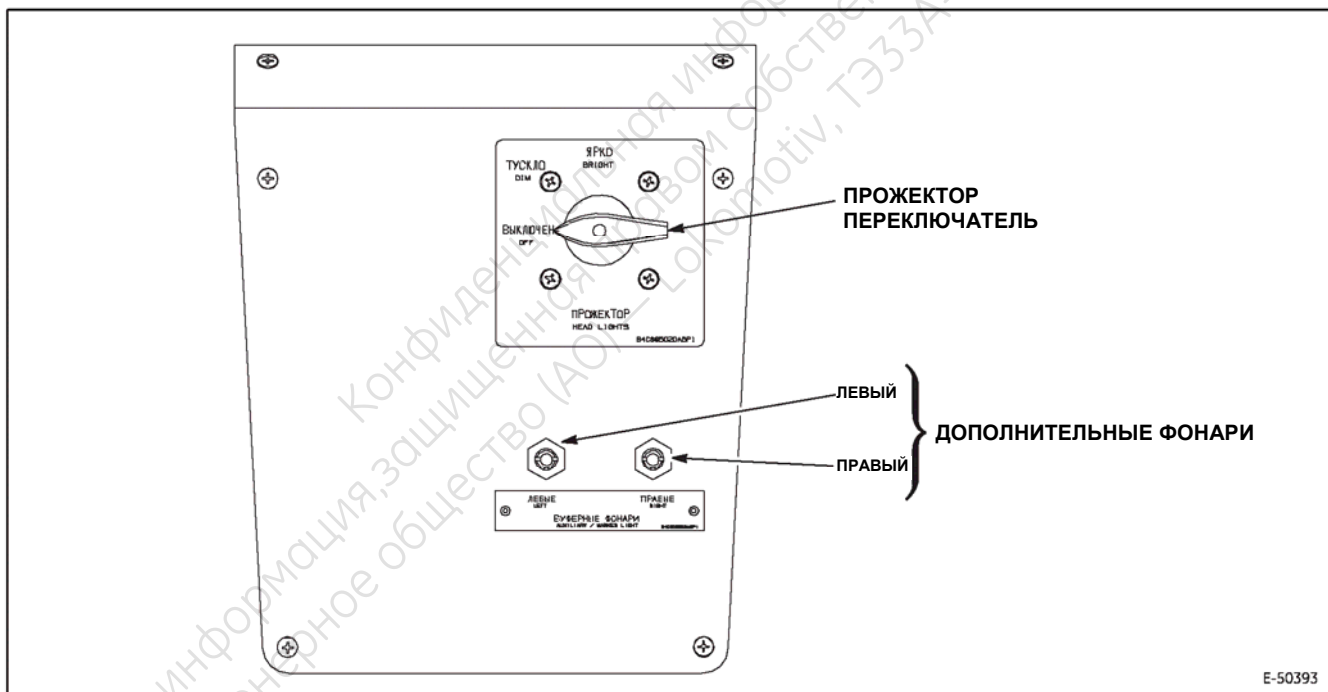

Рис. 8. Переключатели дополнительных фонарей и лобового прожектора.
Переключатели дополнительных/маркерных фонарей (2) являются трехпозиционными переключателями без среднего положения, которые управляют левым и правым дополнительными фонарями, а также габаритными фонарями. Установка любого переключателя в верхнее положение будет включать соответствующий дополнительный фонарь (левый или правый). Установка любого переключателя в нижнее положение будет включать соответствующий габаритный фонарь (левый или правый). На Рис. 8 изображены переключатели дополнительных/габаритных фонарей. Для работы дополнительных и габаритных фонарей автоматический выключатель MLCB (поз. 9, Рис. 16) на панели управления дизелем ЕС должен быть ВКЛЮЧЕН.
Поворотный переключатель лобового прожектора является трехпозиционным переключателем, управляющим состоянием и яркостью двух лобовых прожекторов на торце №1 локомотива. Селекторный переключатель показан на Рис. 8. Для работы лобового прожектора автоматический выключатель прожектора (поз. 10, Рис. 16) на панели управления дизелем должен быть ВКЛЮЧЕН. Селекторный переключатель имеет три положения: «ВЫКЛЮЧЕН», «ТУСКЛО» и «ЯРКО».